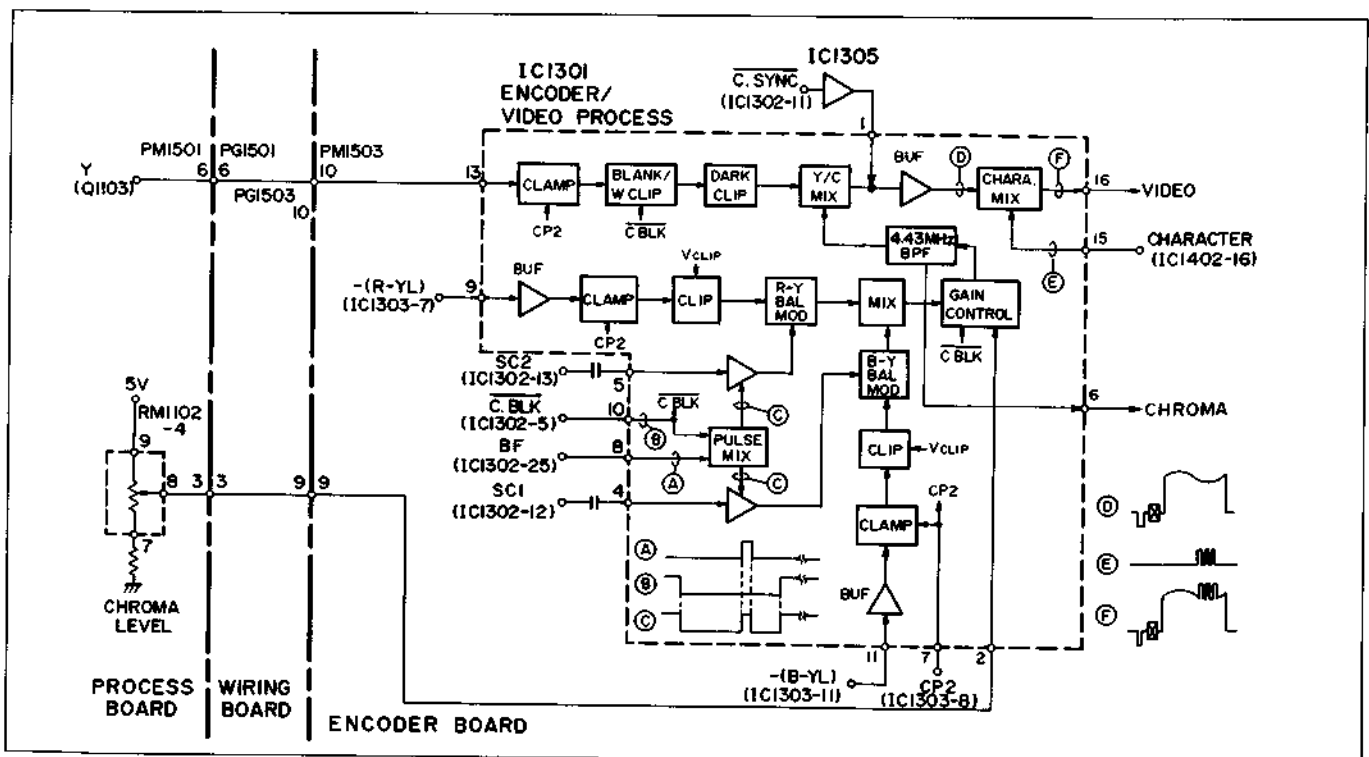

Abb. 2-20 Kodierer
2.10 Kodierer-Schaltkreis (Abb. 2.20)